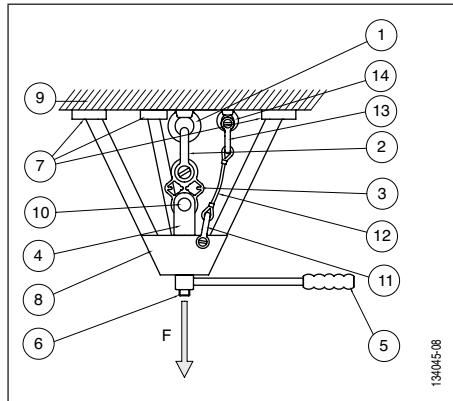
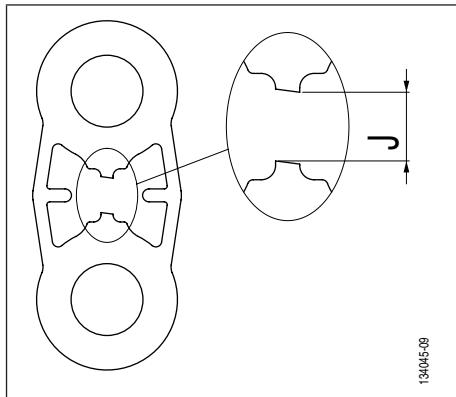

Fig. 6
Fig. 7
- 1 aparato de puesta en carga de accionamiento manual de tipo trípode (ver la *Fig. 6, página 38*, capítulo 4.2. *Esquema*),
- 1 dispositivo de seguridad para la retención del dispositivo de puesta en carga, en caso de rotura del punto de anclaje a probar, que incluye (ver la *Fig. 6, página 38*):
- 1 eslinga de seguridad de longitud apropiada (ver la *Fig. 6, página 38*, capítulos 4.2. *Esquema* y 4.3. *Verificaciones antes de la instalación*),
PELIGRO: Para probar un punto de anclaje mediante la placa de prueba TA, el operador debe imperativamente utilizar un aparato de puesta en carga de tipo trípode de accionamiento manual que habrá sido estudiado y dimensionado específicamente para poder ser utilizado para la puesta bajo carga de tracción sin riesgo del punto de anclaje a probar (Fig. 6) o cualquier otro aparato de puesta bajo carga de tracción de la placa de prueba TA estudiado y dimensionado especialmente para ser utilizado con total seguridad.
El conjunto de las verificaciones antes de la instalación descritas a continuación hace referencia a la *Fig. 6*.
El conjunto del procedimiento descrito a continuación hace referencia a la *Fig. 6*.
! PELIGRO: El juego 'J' máximo (Fig. 7, juego J) no debe rebasar 15 mm.
1. Aumentar progresivamente la carga actuando en el aparato de puesta en carga (Fig. 6, página 38, ítem 8). El operador deberá imperativamente mirar permanentemente la placa a fin de poder detener la puesta en carga justo después de la rotura de la sección 'S' de la placa (Fig. 7).
2. En el momento de la rotura de la sección indicadora 'S' de la placa de prueba TA (Fig. 7), el operador debe detener inmediatamente su acción el aparato de puesta en carga, de lo contrario se corre el riesgo de romper totalmente la placa.
El conjunto del procedimiento descrito a continuación hace referencia a la Fig. 6, página 5.
8. Continuar la puesta en carga de la placa de prueba TA después de la rotura de la sección indicadora 'S' (cf. capítulo 5.2. *Procedimiento de implementación de la prueba de tracción*, Fig. 7, página 40).